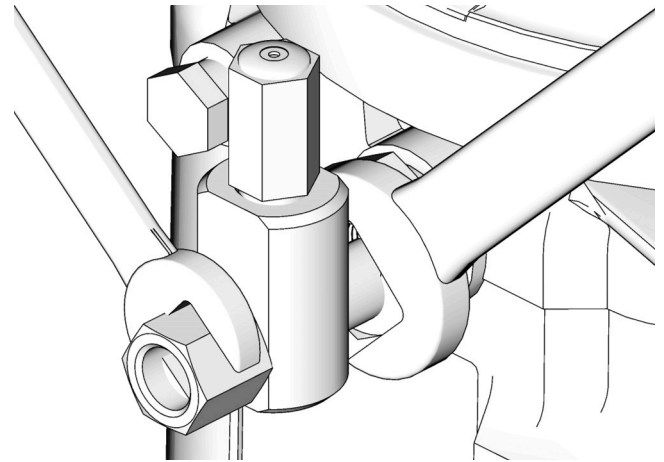

图 15
1. 松开泵元件管件（图 15）。
3. 使用相反方向上的两个扳手拧紧泵元件管件（图 15）。